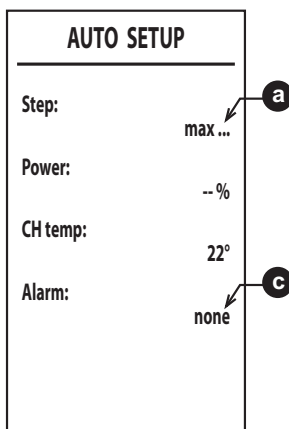

fig. 53
6. După aprindere, arzătorul se poziționează pe încălzire la diferitele puteri (max, med, min) indicate de punctul a (fig. 53).
la punctul a și un cod de eroare la punctul c (fig. 53).